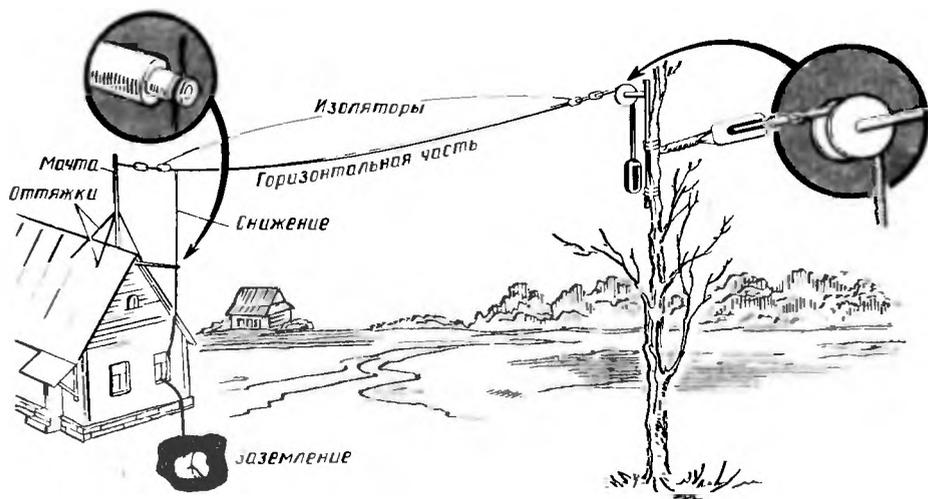

Рис. 22. Устройство Г-образной антенны
**Наружная антенна.** Лучшее всего соорудить Г-образную антенну, напоминающую внешним видом букву «Г» (рис. 22). Такая антенна состоит из провода длиной 20–40 м, подвешенного с помощью опор-мачт на высоту
Если в качестве одной опоры антенны использовать дерево, то к его стволу нужно привязать шест с блоком на конце, как показано на рис. 22. Свободный конец троса, пропущенный через блок, к стволу не крепи — во время ветра качающееся дерево может оборвать провод антенны. К нему надо привязать какой-нибудь груз, например камень. Подбирая массу этого груза, легко добиться необходимого натяжения горизонтального луча антенны.